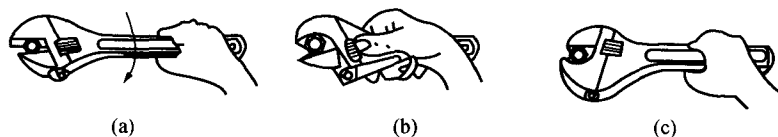

图 1-8 活络扳手的使用
活络扳手的使用方法如图 1-8 所示。活络扳手使用时应注意以下几点:
(1) 根据螺母的大小, 用两手指旋动蜗轮以调节扳口的大小, 将扳口调到比螺母稍大些, 卡住螺母, 再用手指旋蜗轮使扳口紧压螺母。扳动大螺母时力矩较大, 手要握在近柄尾处, 如图 1-8 (a) 所示; 扳动小螺母时, 为防止钳口处打滑, 手应握在近头部的地方, 如图 1-8 (b) 所示, 旋力时手指可随时旋调蜗轮, 收紧活络扳唇防止打滑。
(2) 使用活络扳手时, 不可反方向用力, 以免损坏活络扳唇, 如图 1-8 (c) 所示。也不可钢管接长手柄来加力, 更不能当做撬杆或手锤使用。
(3) 旋动螺杆螺母时, 必须把工件的两侧平面夹牢, 以免损坏螺杆螺母的棱角。